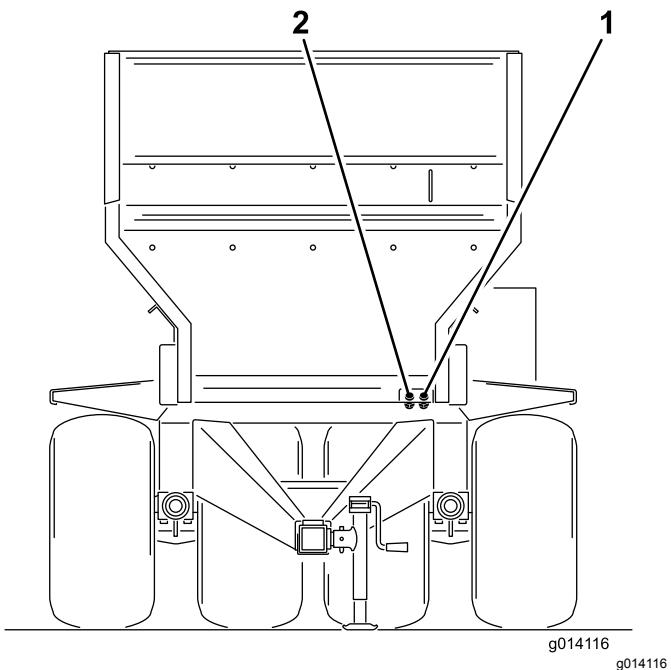

Figura 20
6. Collegate i due flessibili idraulici che provengono dalla macchina al veicolo trainante. Stando davanti alla macchina, collegate il flessibile destro al lato di mandata e il flessibile sinistro al lato di ritorno (Figura 20). Il flessibile di ritorno è dotato di una valvola di ritegno in linea a una via. La freccia sulla valvola di ritegno dovrà essere rivolta verso il connettore di ritorno del veicolo trainante.